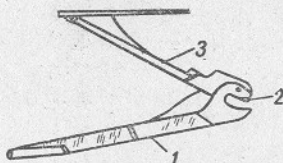

Рис. 22. Крышка магази́нной коробки с подающим механизмом:
21. Крышка магази́нной коробки (рис. 22) закрывает снизу магази́нную коробку; на ней укреплен подающий механизм. Она имеет:
23. Подающий механизм (см. рис. 22) подает патроны из магази́нной коробки в ствольную.